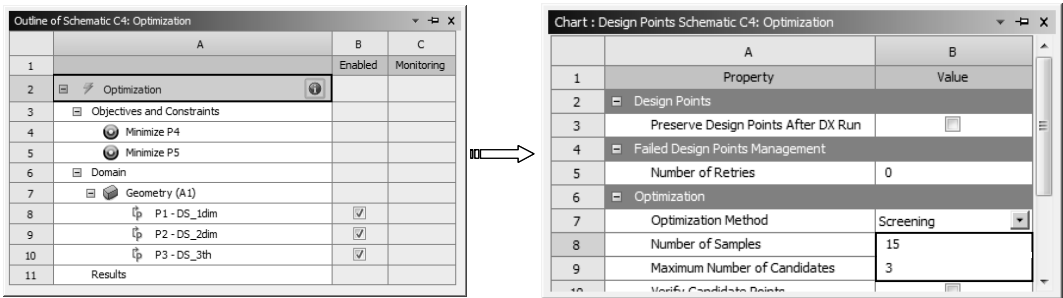

图 12-98 设置样本数和候选数
3) 设置样本数和候选数。在【Outline of Schematic C4: Optimization】窗口中选择 A2 栏中的【Optimization】选项，然后在【Chart: Design Points Schematic C4: Optimization】窗口中设置【Number of Samples】为 15、【Maximum Number of Candidates】为 3，如图 12-98 所示。